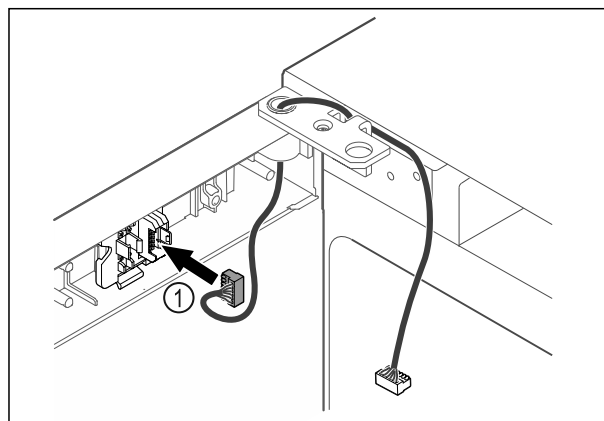

Fig. 59
- Wtyczkę Fig. 59 (1) należy włożyć w uchwyt wtyczki.